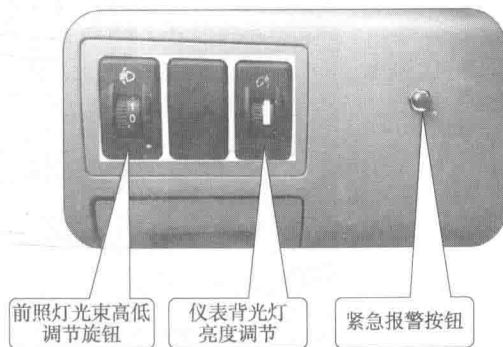

图 1-1-10 北汽 EV 灯光调节按钮
(7) 灯光操作。北汽 EV 系列车型灯光操作调节按钮如图 1-1-10 所示。